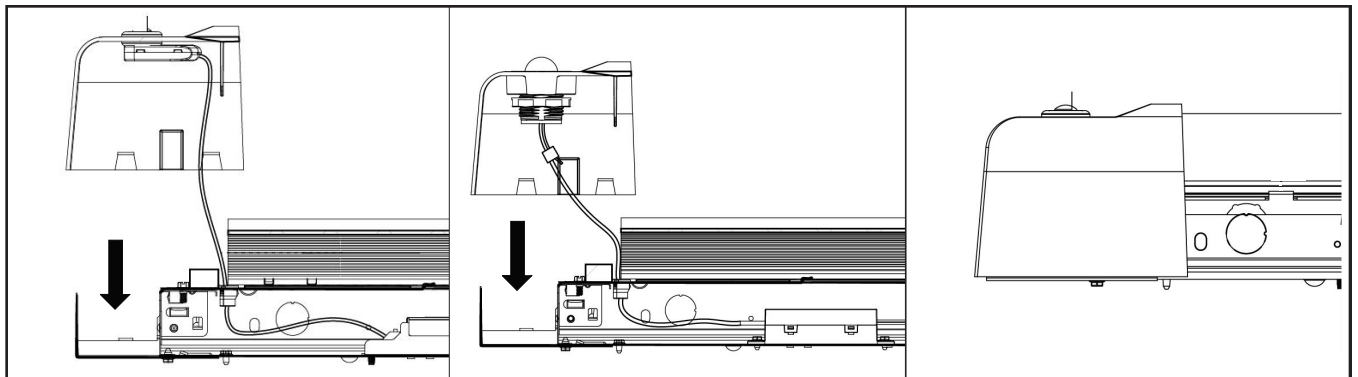

Figura 8.
6. Si el sensor está separado del cable del sensor, reconéctelo de manera adecuada e instale las tapas de extremo o centrales de plástico sobre el soporte de dicha tapa de extremo (Figura 8). Conecte correctamente el sensor y pase los cables.